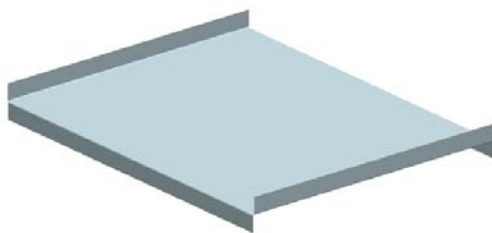

图 11-234 创建弯边特征 4
(10) 在“弯边”对话框中，单击  按钮，创建弯边特征 4，如图 11-234 所示。